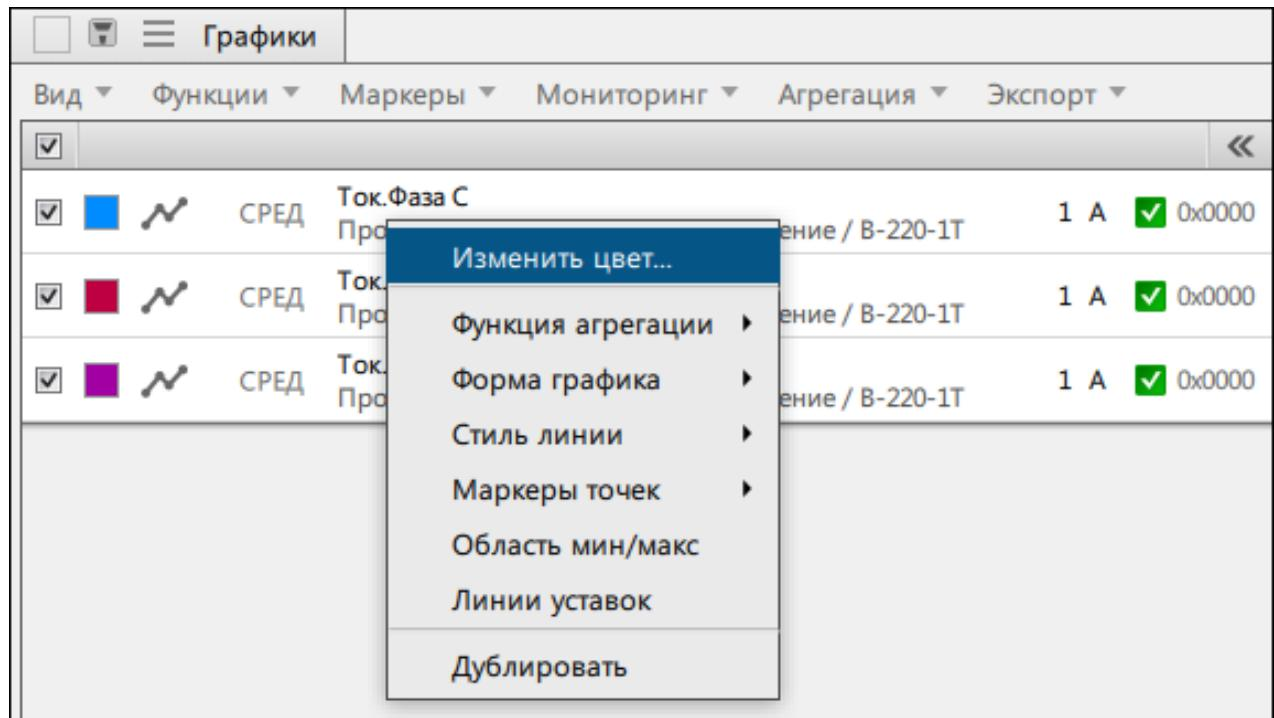

Рисунок 91 - Контекстное меню сигнала
1. Нажмите ПКМ по выбранному сигналу из списка сигналов (Рисунок 91).